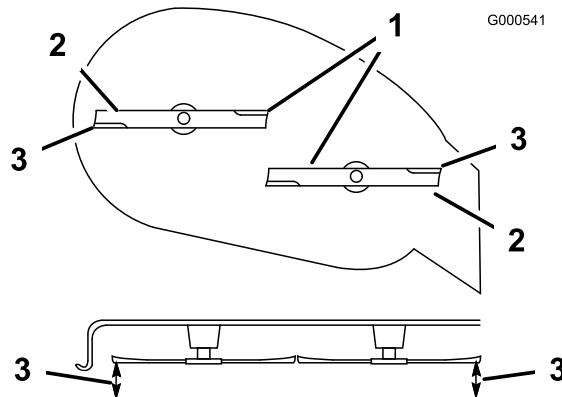

Figura 41
- Fate ruotare con cautela la lama (o lame) da un lato all'altro (Figura 41). Se entrambe le misure non rientrano nella tolleranza di 5 mm è necessario regolare; proseguite l'operazione.
- Misurate la distanza tra i taglienti esterni e la superficie piatta (Figura 41). Se entrambe le misure non rientrano nella tolleranza di 5 mm è necessario regolare; proseguite l'operazione.